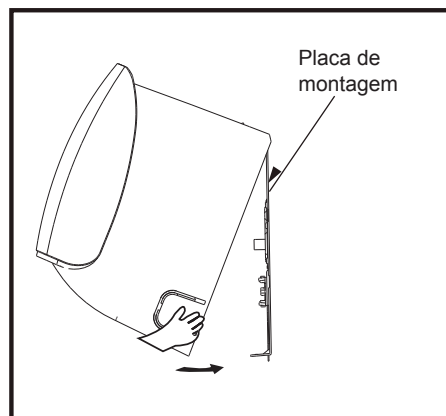

Fig. 7
- 1) Pendure a unidade na placa de montagem (Fig. 7).